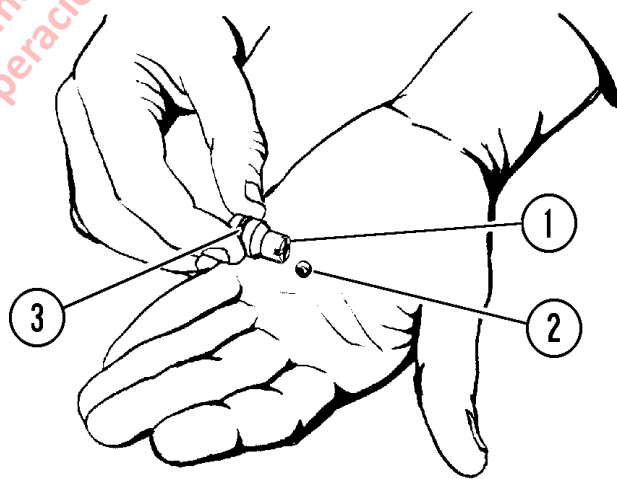

FIGURA 8-7. CABEZAL MÓVIL Y BOLA
3. Retire el cabezal móvil (1, Figura 8-7) de la cubierta del carrete. Retire y deseche el O-ring (3).